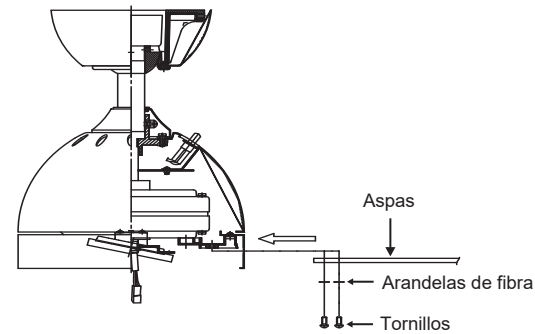

Fig. 16
Paso 1. Inserte el aspa a través de la ranura del aspa en la caja del motor. Alinee los orificios del aspa y del soporte del aspa, asegurándose de que los orificios también estén alineados y asegurados con los tornillos, las arandelas de fibra y las placas de soporte del aspa suministrados. Repita el proceso con las otras aspas. (Fig. 16)